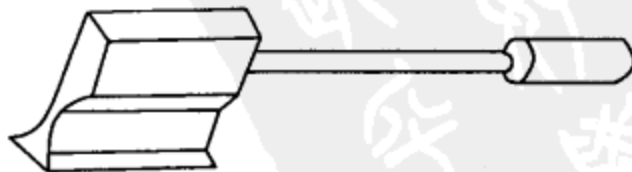

图 1-57 压线板
(3)压线板。压线板用来压紧嵌入槽内的线圈的边缘,把高于线圈槽口的绝缘材料平整地覆盖在线圈上部,以便穿入槽楔。压线板的压脚宽度一般比槽上部的宽度小 0.5mm 左右,而且表面光滑,如图 1-57 所示。